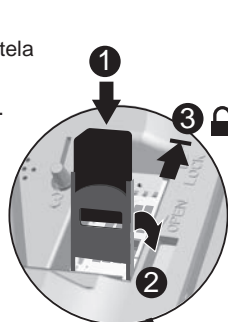

Figura 1
- 2- Aprite il supporto della scheda SIM, inserite la scheda SIM, poi bloccate il supporto come indicato (figura 1).